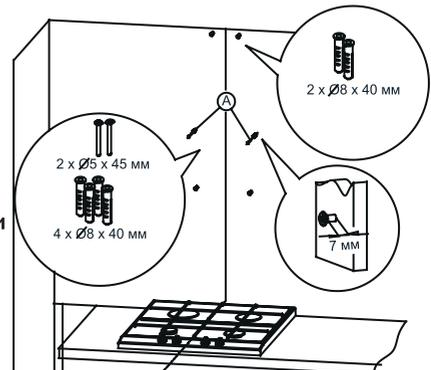

Рис. 4. Закріплення монтажних дюбелів
2. У отвори вставте дюбелі. У два отвори, позначених **A**, вкрутіть також гвинти (залишаючи 7 мм голівки гвинта поза дюбелю, Рис. 4).